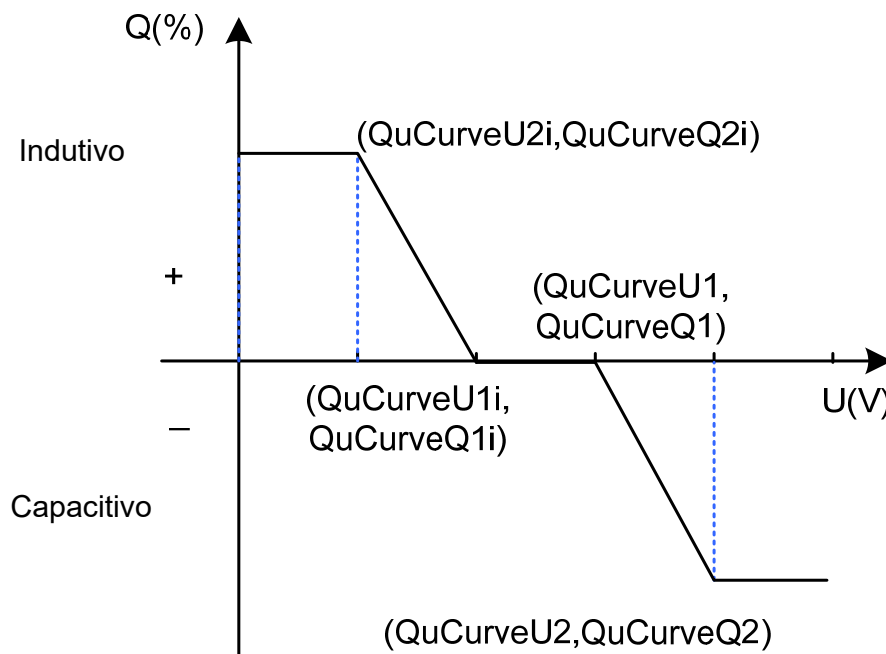

Figura 5-18 Modo de Curva Q(u)
**NOTA:** A compensação de potência reativa irá variar de acordo com a variação da tensão da rede, consulte a Figura 5-18.